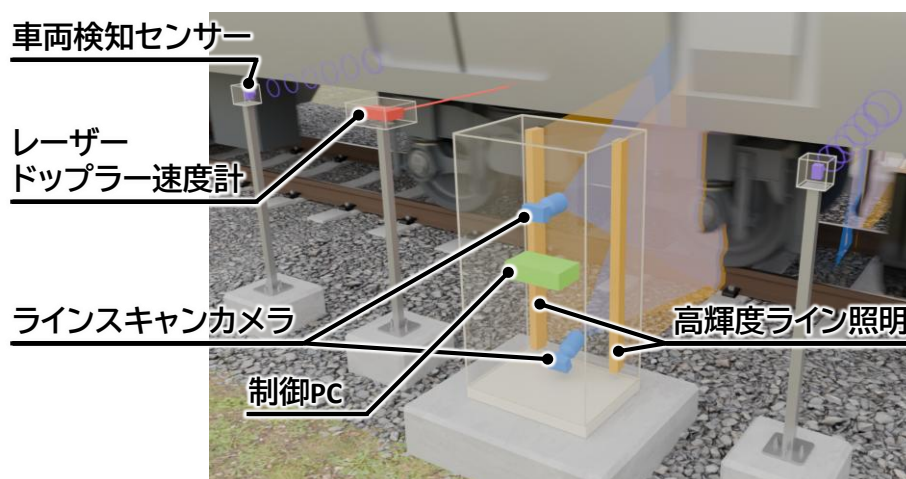

図1 車両外観撮影装置の設置イメージ
- 車両外観撮影装置は、ラインスキャンカメラ、高輝度ライン照明、レーザードップラー速度計、車両検知センサー等で構成されており（図1）、屋外で昼夜晴雨を問わず、通過する車両の床下部の高精細な画像を撮影、保存できます。
車両基地の入り口に車両外観撮影装置（図 2）を設置することにより、車両が基地に入る際に床下部の側面を撮影します。本システムでは、レーザードップラー速度計で車両の走行速度を計測しながらラインスキャンカメラで撮影することにより（図 1）、連続した画像が得られます（図 3）。